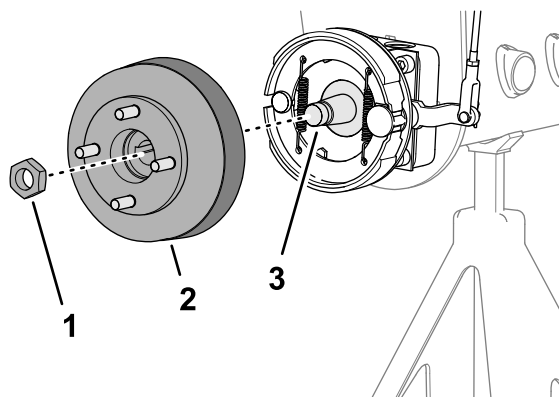
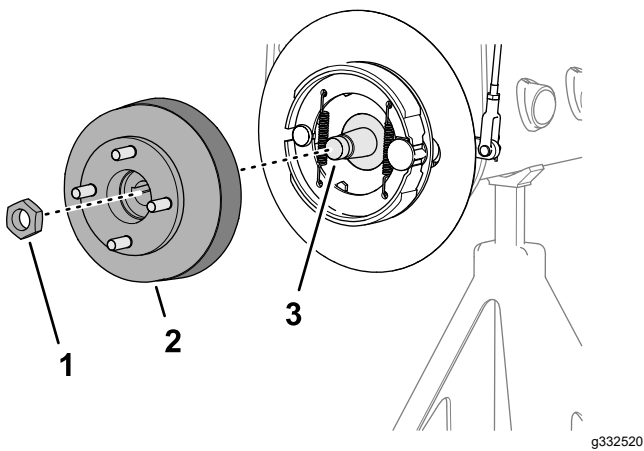

图 77
图 78
1. 卸下将轮毂固定到车轮马达轴上的锁紧螺母 图 77 或 图 78。
4. 使用指定的轮毂拉拔器从车轮马达轴上卸下轮毂和制动鼓图 77 或图 78。